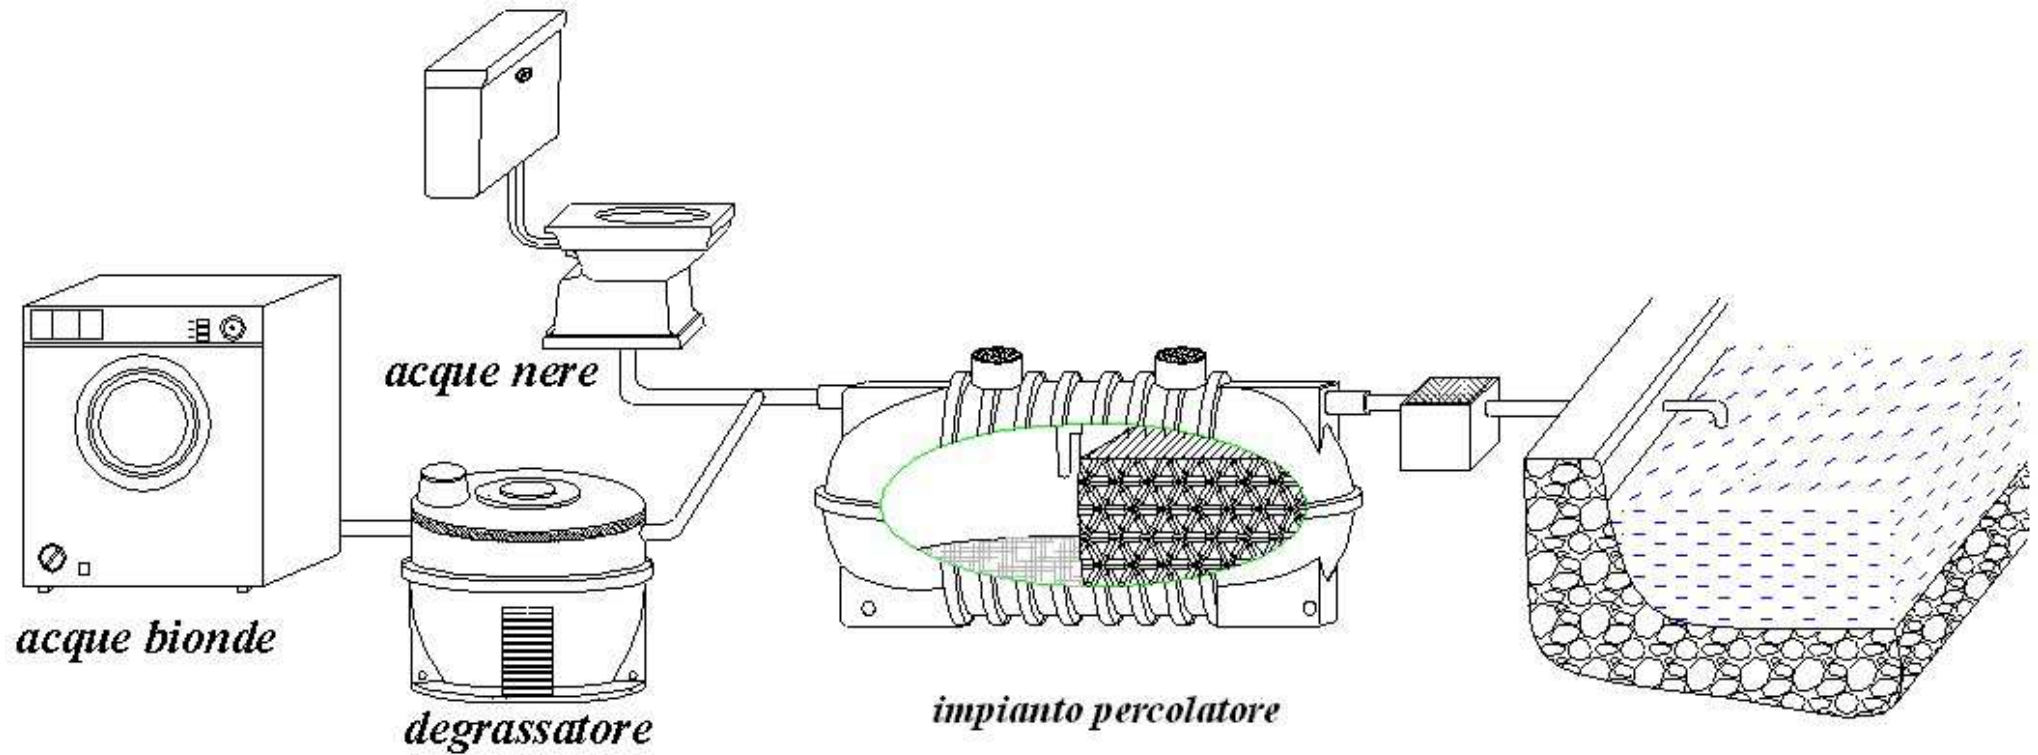

Fig.1 – Esempio tipico d’installazione
- Installare la fossa come indicato dallo schema d’installazione allegato (Fig.1) seguendo le modalità di interro <https://www.zeta-plast.com/download/modalita-di-interro>